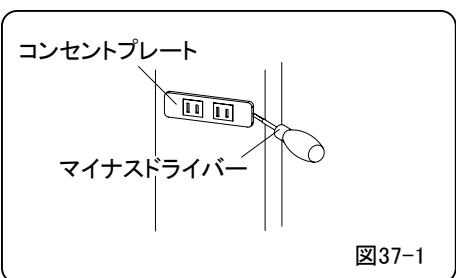

図37-1
- ①コンセントプレートをマイナスドライバーではさしてください。(図37-1)